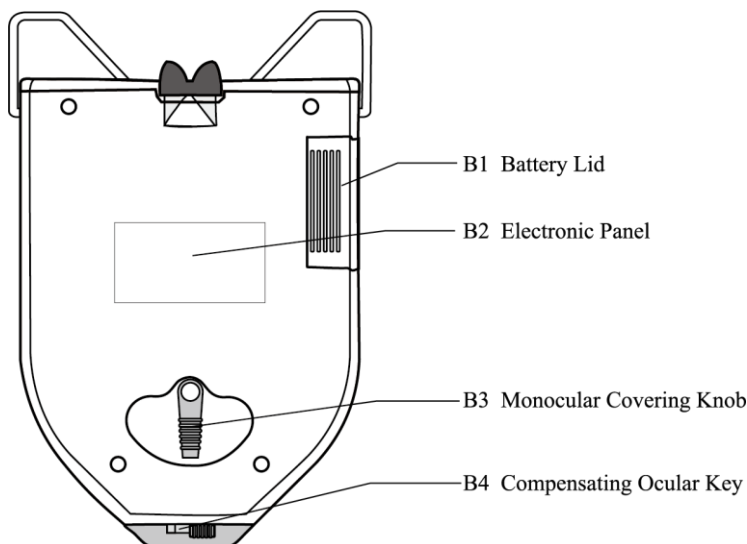
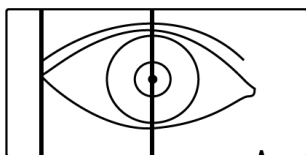
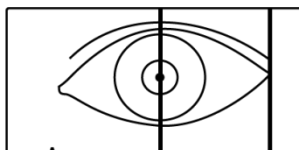

Figure 3
Fig.8a (Mesure de la distance pupillaire droite)
Fig.8b (Mesure de la distance pupillaire gauche)
a. Lorsque vous devez mesurer la distance pupillaire gauche ou droite, veuillez tourner le bouton de couverture monoculaire (comme indiqué sur la Fig.3 NO.3) qui peut couvrir complètement l'autre œil (comme indiqué sur la Fig.8a et la Fig.8b)